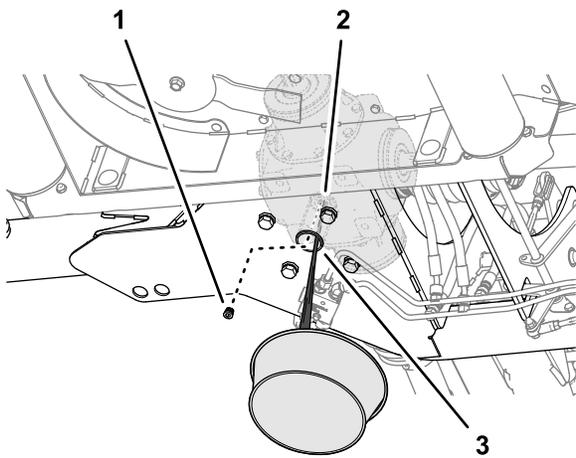

Figura 54
1. Coloque un recipiente de drenaje alineado debajo del orificio de acceso en la placa del bastidor inferior (Figura 54).
2. Retire el tapón de vaciado de la toma del orificio de drenaje de la caja de engranajes central y deje que se vacíe el lubricante por completo (Figura 54).